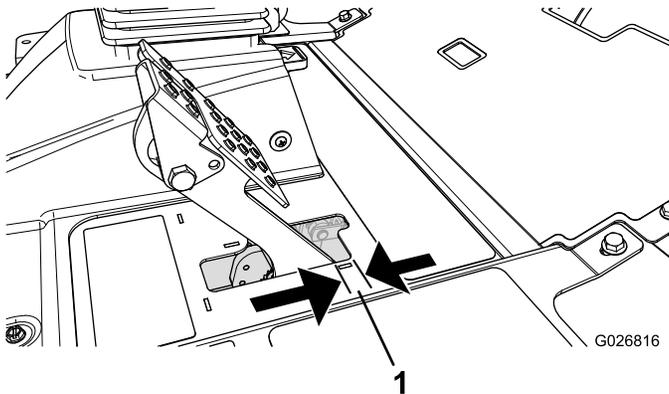

Figura 138
4. Pise ligeramente el pedal de freno y mida la distancia que se desplaza el pedal sin ofrecer resistencia (Figura 138).
Nota: Ajuste los frenos si el pedal de freno tiene más de 2.5 cm (1") de holgura (Figura 138), o cuando se necesite más fuerza para frenar.
6. Apriete las tuercas traseras para mover el cable hacia atrás hasta que el pedal de freno tenga un recorrido libre de 6 - 13 mm ($\frac{1}{4}$ " - $\frac{1}{2}$ ") (Figura 138) antes de que el freno de estacionamiento entre en contacto con las ruedas.